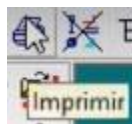

Figura 304. Imprimir.
57. En el menú superior, seleccionar el botón “Imprimir” para activar las opciones de exportación del plano. Figura 304